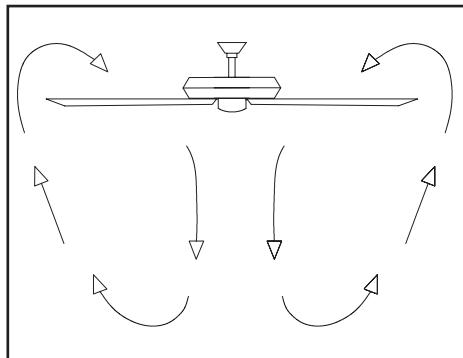

Figura 14
**Clima caliente** - (Hacia adelante) Un flujo de aire hacia abajo surte efecto refrescante, como se muestra en la Figura 14. Esto permite fijar tu aire acondicionado en configuración más alta sin afectar tu comodidad.